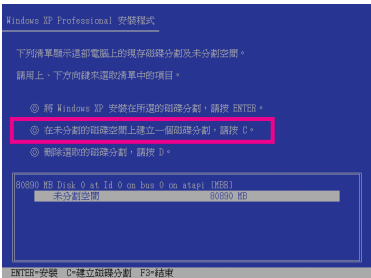
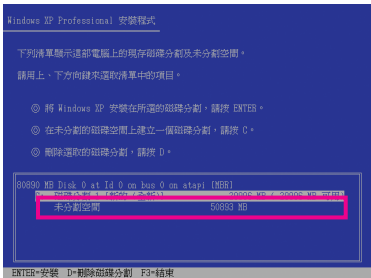

图1
图2
- 2. 规划硬盘分区时 (图1)，需保留一个未分区 (未配置) 空间供一键还原 (Xpress Recovery2) 使用，建议该空间至少为 10 GB 以上，实际情况视系统实际数据量大小而定。(图2)